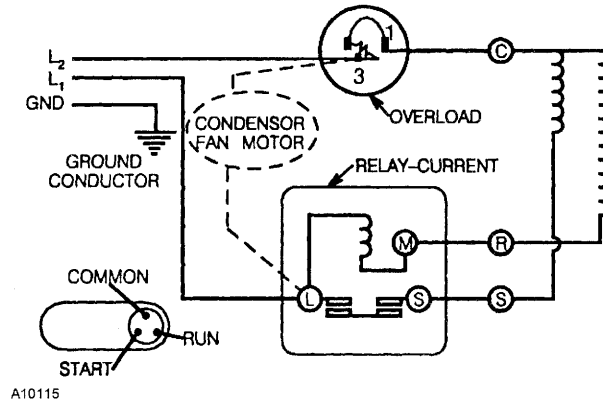

Figura 15. Esquema del Compresor
- Revise el relevador (Ver Figura 15.) Desatornille las terminales y retire el relevador del compresor. (**NOTA:** mantenga el relevador en posición vertical).
- Revise las bobinas del compresor tal como se muestra en la Figura 15.